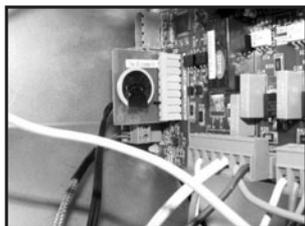

Figura 13
2. Per fare ciò, estrarre l'intera scheda del circuito dell'orologio dalla scheda del circuito principale. Vedere Figura 13.